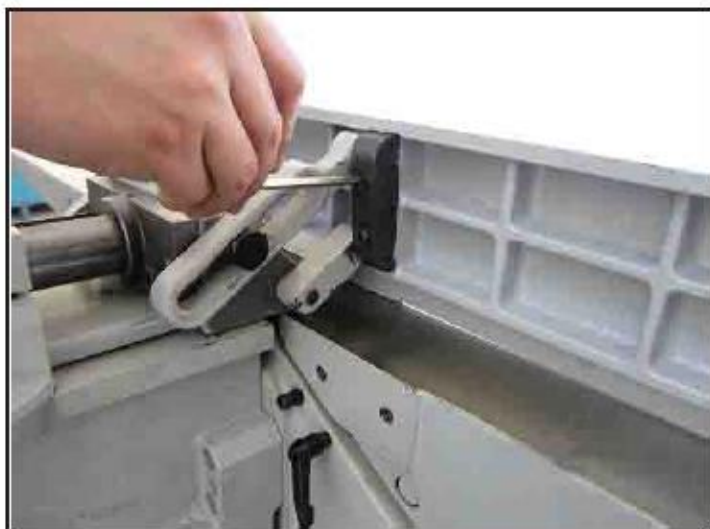

Рис. 11. Установка узла параллельного упора
1. Закрепить узел параллельного упора на узле каретки параллельного упора двумя винтами с шестигранным шлицем М8-1,25 x 20 с пружинными и плоскими шайбами (рис. 11).